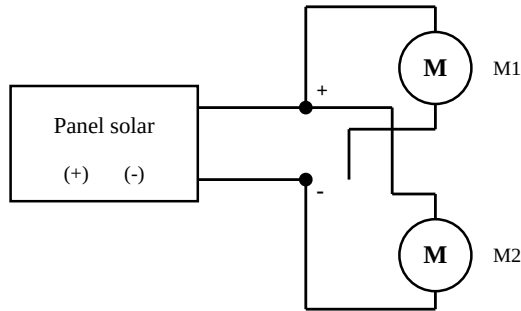

Fig. 2. Esquema eléctrico simplificado: motores M1 y M2 en paralelo con el panel solar.
Cada motor cuenta con un par de cables (rojo, positivo; negro, negativo) que terminan en conectores tipo jumper. Ambos pares se unen en un punto común, aislado con cinta, del que proviene la alimentación del panel. El resultado es un arreglo en paralelo (Fig. 2) que se ajusta a (2). La lista de materiales se presenta en la Tabla I.